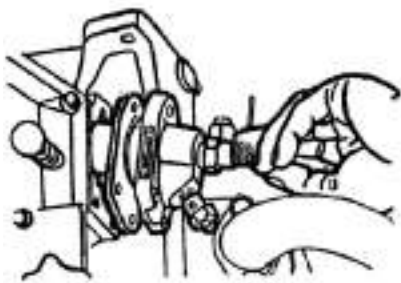

рис. 10
**а.)** Аккуратно поворачивайте маховик в рабочем направлении вращения до тех пор, пока топливо не начнет вытекать из открытого конца топливной магистрали; проверьте, совпадает ли метка на баке с меткой на краю маховика в пределах 20~24° от верхней мертвой точки. В случае несовпадения требуется регулировка (Рис. 10).